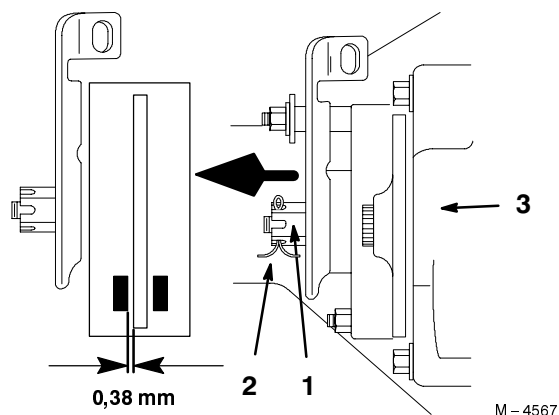

Bild 28
3. Entfernen Sie zum Einstellen der Bremse den Splint und lockern die Bremseinstellmutter etwas (Bild 28).
4. Stecken Sie eine 0,38 mm Fühlerlehre vorsichtig zwischen den äußeren Bremsklotz und die Brems Scheibe (Bild 28).